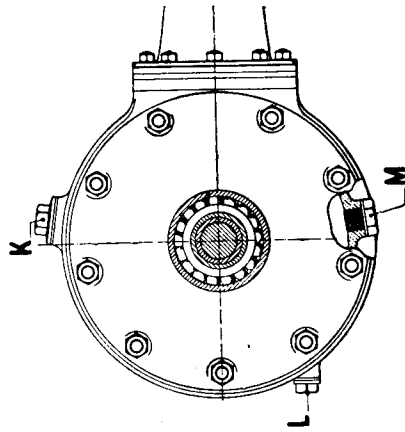

Fig. 20
**PONT ARRIÈRE (fig. 20).** — Vérifier le niveau par le bouchon L. Faire, au besoin, un apport d'huile par le bouchon K pour rétablir le niveau. Ce dernier est obtenu lorsque l'huile s'écoule par le bouchon L. M bouchon de vidange.